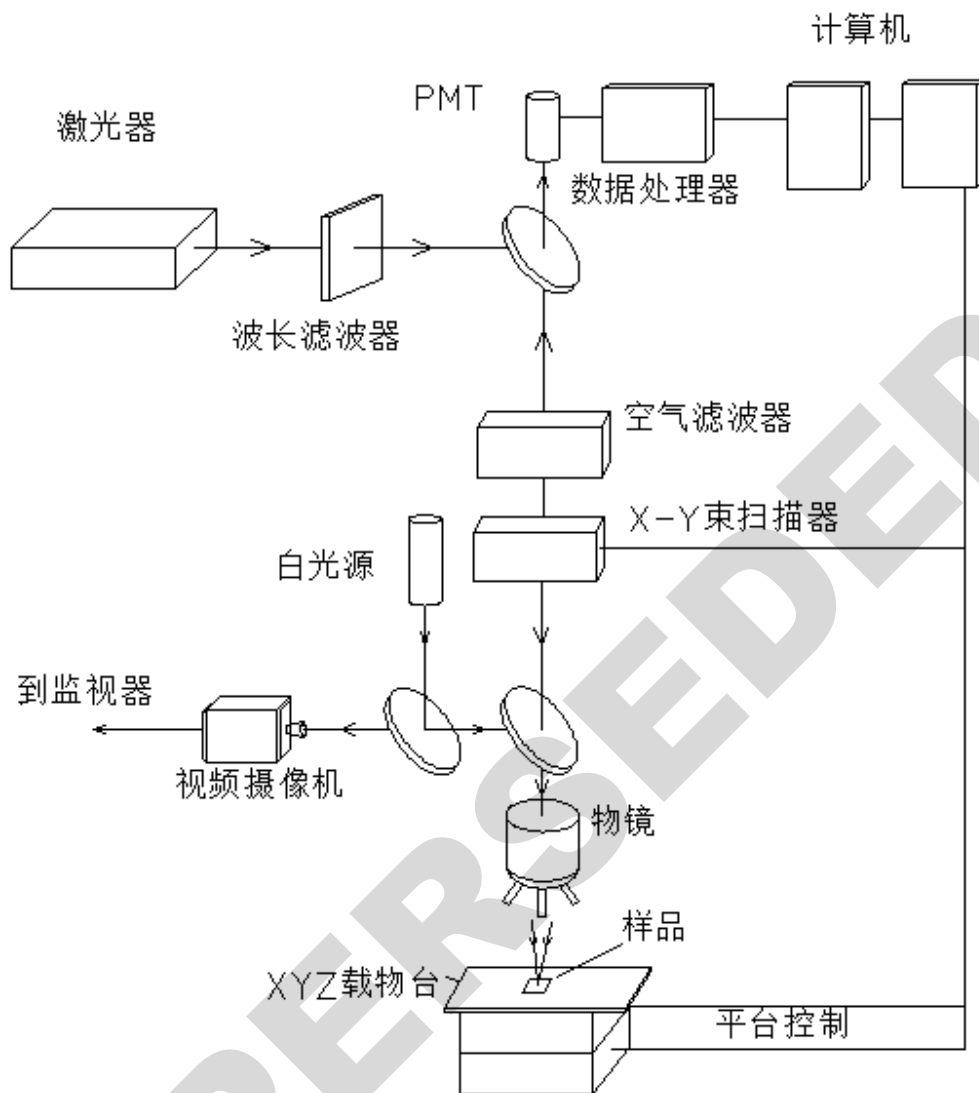

图 1
5.1 在一套典型的共聚焦激光扫描显微镜装置中，光源为激光，并通过计算机进行信号解析及图形重构。CLSM 的工作原理如图 1 所示。